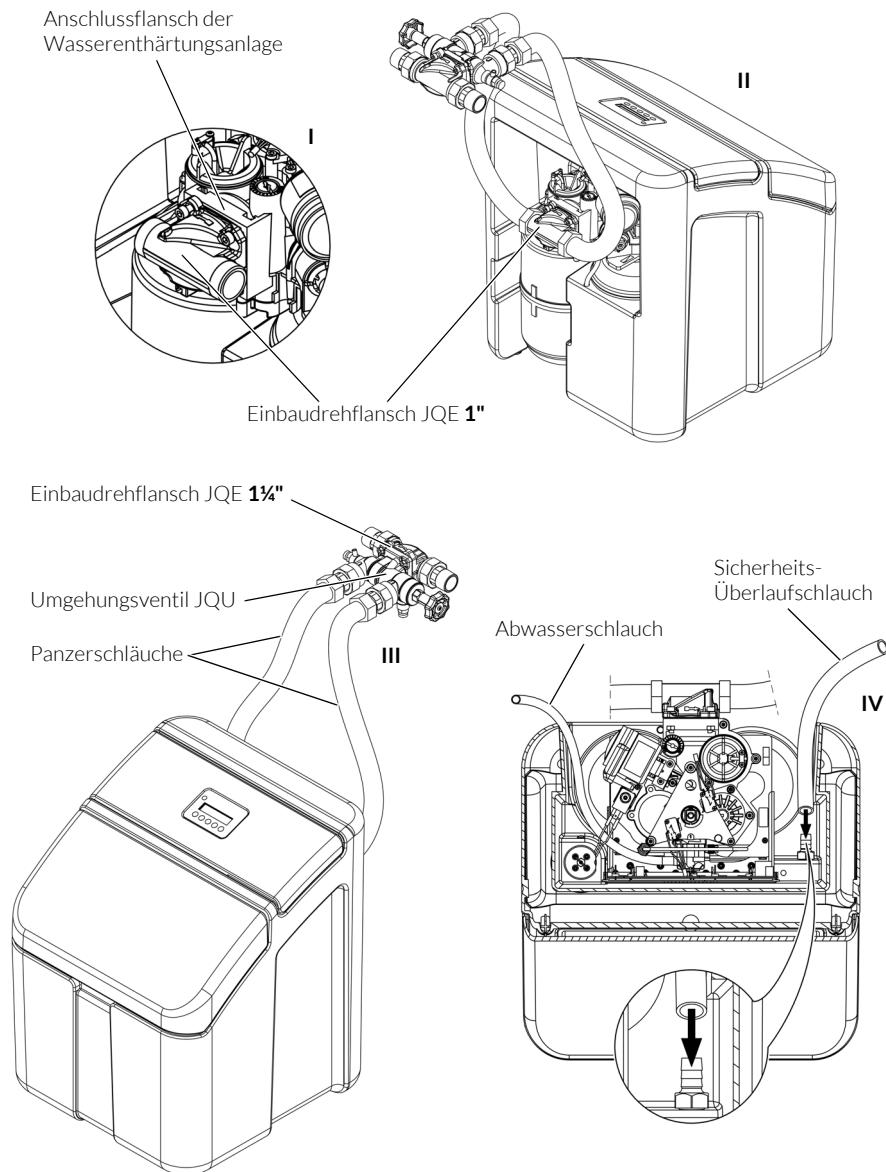

Abb. 5: Montage der Wasserenthärtungsanlage
- / Den Einbaudrehflansch JQE 1" mit dem Anschlussflansch der Wasserenthärtungsanlage durch Einrasten des Bajonetts verbinden (siehe Abb. 5 I). Dabei den Fließrichtungspeil am Einbaudrehflansch beachten!
- / Die Panzerschläuche an den Einbaudrehflansch JQE 1" anschließen (siehe Abb. 5 II).
- / Die freien Enden der Panzerschläuche mit dem Umgehungsventil JQU verbinden (siehe Abb. 5 III). Auch hier auf die Fließrichtung achten!
- / Den transparenten Sicherheits-Überlaufschlauch über den Stutzen schieben (siehe Abb. 5 IV).